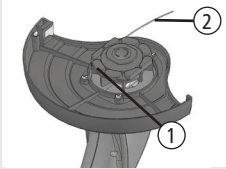

Fig. 13
Mantenha o porta carretel (1) fixo, segure o fio de nylon (2) e puxe-o para cima. Faça o fio deslizar para fora do carretel até um comprimento aproximado de 8 cm, [Fig. 13]. O pedaço de fio em excesso será cortado pela lâmina limitadora (3) no momento em